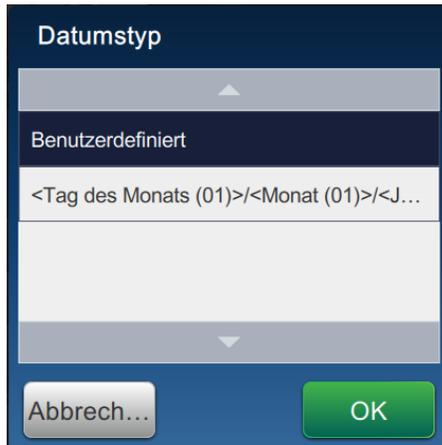

Abbildung 5-17: Bildschirm zur Einrichtung des Datumsformats
13. Wählen Sie im Bildschirm „Datumseinrichtung“ aus der Dropdown-Liste „Datumstyp“ die Option *Benutzerdefiniert* aus (siehe Abbildung 5-17). Berühren Sie die  Schaltfläche.